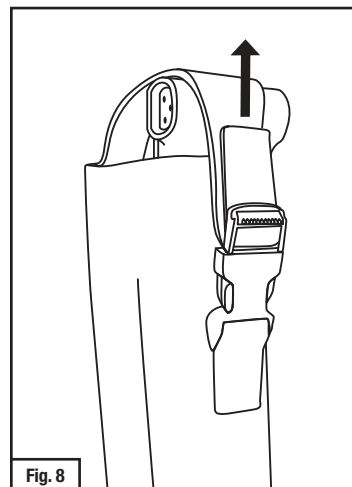
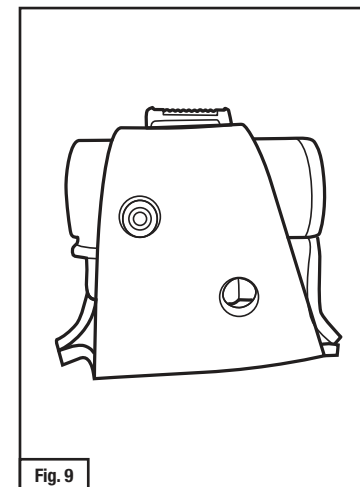

Fig. 8
Fig. 9
- Com o adaptador e a bateria totalmente inserido no estojo, encaixe a fivela da aba superior no estojo. Puxe a cinta de couro localizada na fivela para apertar topo do estojo para um ajuste confortável (Fig. 8). Assegurar que a luz indicadora do adaptador pode ser vista através de um dos dois orifícios localizados na cinta da bolsa de transporte (Fig. 9).